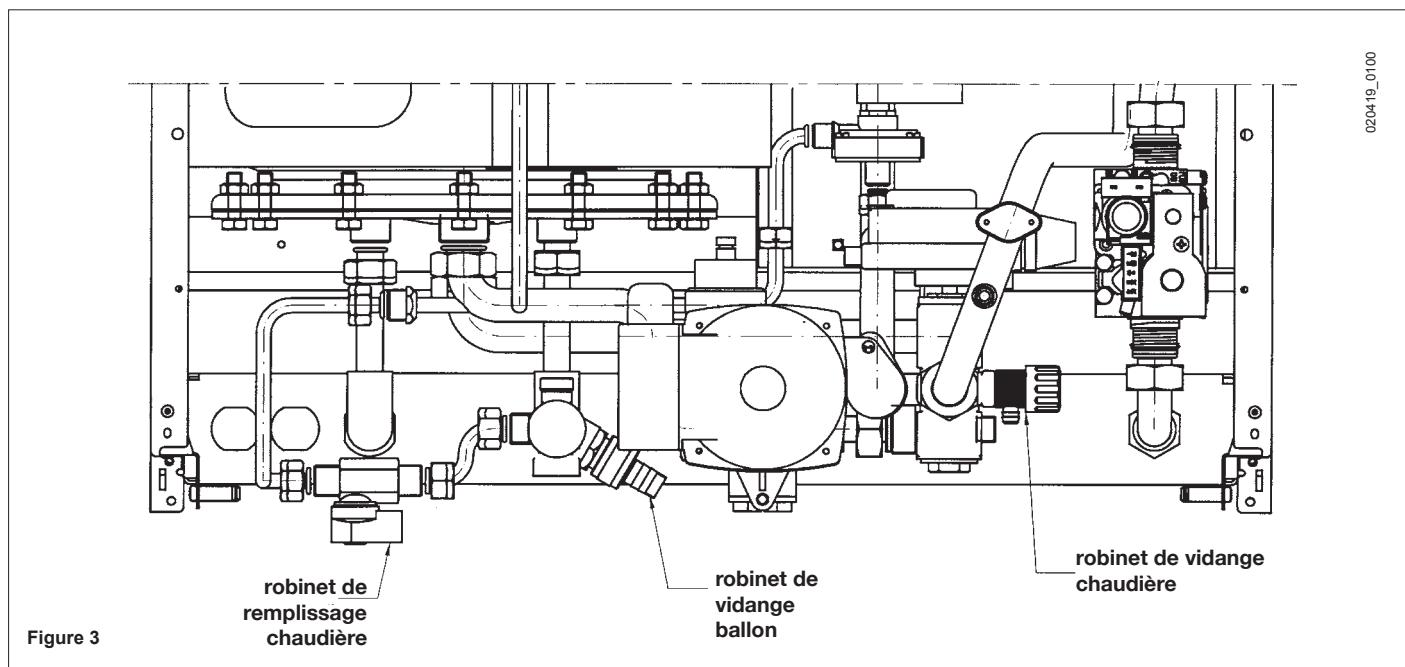

Figure 3
Important: Vérifiez périodiquement que la pression lue sur le manomètre (14) lorsque l'installation est froide soit de 0,5 - 1 bar. En cas de surpression, manoeuvrez le robinet de vidange de la chaudière. Si la pression est inférieure, manoeuvrez le robinet de remplissage de la chaudière (figure 3).